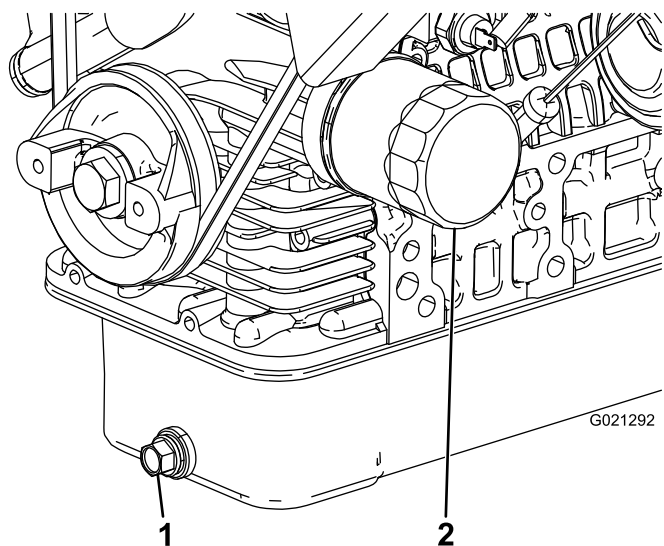

Bild 46
2. Entfernen Sie die Ablassschraube und lassen Sie das Öl in die Auffangwanne ab (Bild 46).
4. Entfernen Sie den Ölfilter (Bild 46).